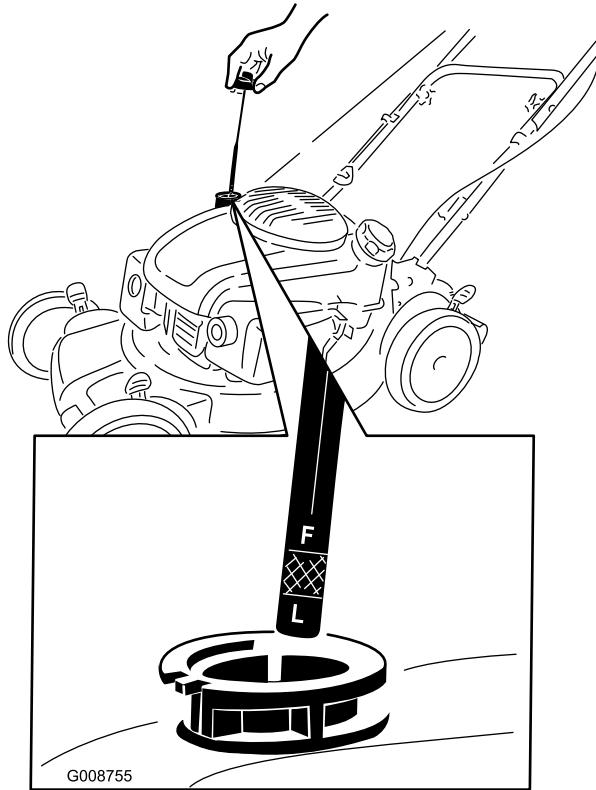

Figura 9
1. Retire la varilla, límpiela con un trapo, vuelva a colocarla en el tubo de llenado, pero no la enrosque (Figura 9).
2. Retire la varilla y compruebe el nivel de aceite (Figura 9). Si el nivel de aceite está por debajo de la marca "Add" de la varilla, vierta **lentamente** aceite en el tubo de llenado hasta que el nivel llegue a la marca "Full" de la varilla. **No llene demasiado.** (Capacidad máxima: 0,65 l (22 onzas), tipo: 10W-30 o SAE 30, aceite detergente con clasificación de servicio API, SJ, o superior.)